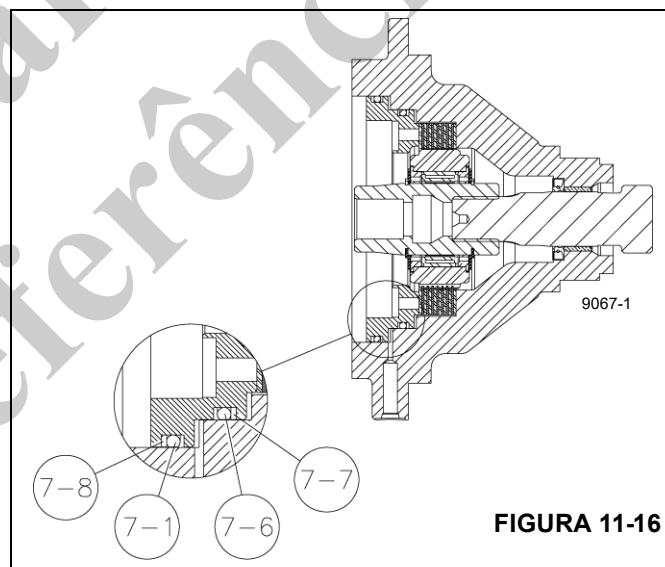

FIGURA 11-16
3. Remova o pistão do freio (10) instalando duas peças com rosca inteira de 3/8 pol.-16UNC na parte inferior das duas cavidades das molas. Usando contraporcas, aparafuse as peças completamente rosqueadas uniformemente até que o pistão saia da carcaça. Uma maneira alternativa de remover o pistão é usar uma unidade de força portátil ou ar comprimido para pressurizar lentamente a cavidade do freio até o pistão sair do furo.
4. Remova o conjunto do acionador/embreagem do freio (13, 14, 15, 17, 34 e 38) do alojamento do freio (21).
5. Remova as placas dos estatores (19) e os discos de atrito (18) do alojamento do freio, verifique se há desgaste excessivo e substitua se necessário. Além disso, verifique se há estrias na placa do estator superior provocadas pelas ferramentas de remoção e faça um polimento, se necessário. Os discos de atrito devem ter uma espessura de pelo menos 14 mm (0.055 pol.) e as placas do estator devem ter uma espessura de pelo menos 1,6 mm (0.064 pol.).
7. Examine se a bucha (39) no alojamento do freio para ver se está desgastada e substitua-a se estiver.
8. Se o alojamento do freio (21) for removido do guincho, examine o munhão no alojamento do freio, onde a vedação (7-4) atua, para ver se há desgaste. Se houver muito desgaste, substitua a carcaça do freio.
9. Desmonte cuidadosamente o acionador/embreagem do freio e observe para que lado as marcas na embreagem (34) estão voltadas. O conjunto da embreagem deve ser remontado com as marcas voltadas para a direção adequada para que o guincho funcione corretamente. Inspecione a superfície dos acionadores de entrada e freio (itens 13 e 38) onde a embreagem (34) opera. Se houver alguma irregularidade ou lasca nos acionadores, os acionadores e a embreagem devem ser substituídos.
11. Instale uma nova vedação (7-5) no alojamento do freio. Se o alojamento do freio for removido do guincho, instale temporariamente a engrenagem solar de entrada (8) no alojamento do freio e deslize o conjunto do acionador/embreagem sobre a estria da engrenagem solar.
12. Instale as placas de estator (19) e os discos de atrito (18) na carcaça do freio, começando com um estator e alternando discos de atrito e placas de estator. Há uma placa de estator a mais do que discos de fricção, portanto, você concluirá com uma placa de estator.
13. Revista os novos anéis de vedação e anéis de encosto (7-1, 7-6, 7-7 e 7-8) com óleo leve e instale no pistão (10, Figura 11-16).